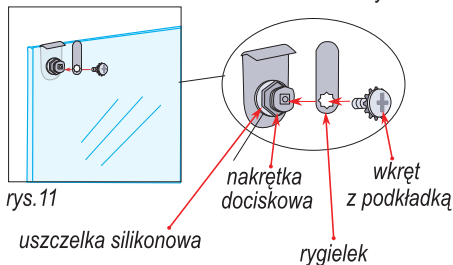

rys. 10
1. Zamek z szyldem włożyć w otwór $\varnothing 20$ w skrzydle drzwiowym od zewnętrznej strony. (rys. 10)